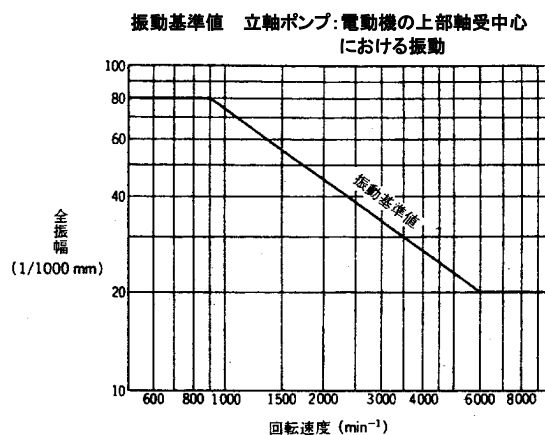

図 6
- (2) 軸封はメカニカルシールのため、正常であれば水漏れは極少量です。多くの場合、漏れた水は蒸発するので、水溜まりは生じません。運転開始時、少々の水漏れが認められる場合でも、その状態で運転をしばらく持続させると、水漏れが減ります。また、運転開始時、まれにメカニカルシール部より高周波の音が発生する場合がありますが、しばらく運転を継続するとメカニカルシールの馴染みにより、正常になります。それでも水漏れが多い場合や音が消えない場合は、運転を停止して点検してください。
- (3) ポンプが正常で据付、配管工事が正しく施工されている場合の振動の基準を図 6 に示します。振動が大きい場合は、配管の無理などが原因ですので点検してください。
- (4) 機器の取り付けボルト、電気配線の端子ビスにゆるみがないかどうかご確認ください。
- (5) **5** 3. (1) 項にしたがって、電動機の絶縁抵抗を 1 ヶ月に 1 回測定してください。絶縁抵抗値が 5M Ω 以上あれば運転に支障ありませんが、5M Ω 以上あっても急に低下し始めている場合は異常と考えられますので修理が必要です。